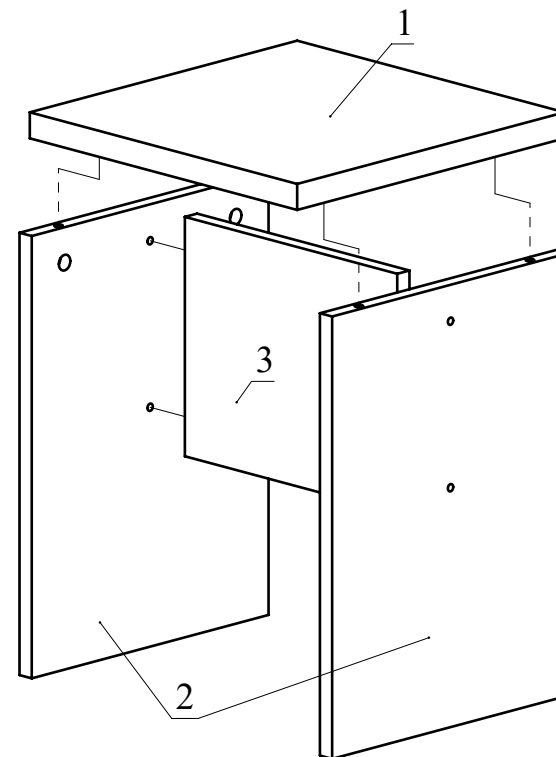

Рис.3
4. Соедините детали 2 с деталью 3 с помощью конфирматов. Соедините деталь 1 с полученной конструкцией и затяните головки минификсов (Рис.3).